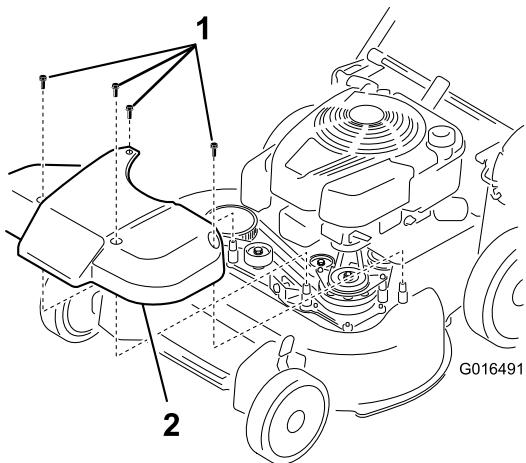

Figura 38
- Retire la cubierta del sistema de transmisión de las cuchillas (Figura 38).